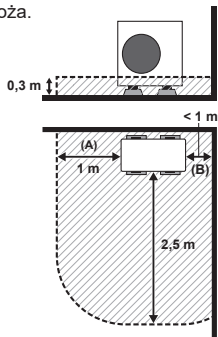

Rys. 3-3
(2) Instalacja w miejscu otwartym z 3 stron (przy ścianie budynku) (Rys. 3-3)